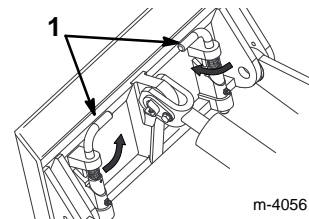

Abbildung 3
7. Die Schnellbefestigungsstifte eingreifen lassen (Abb. 3).